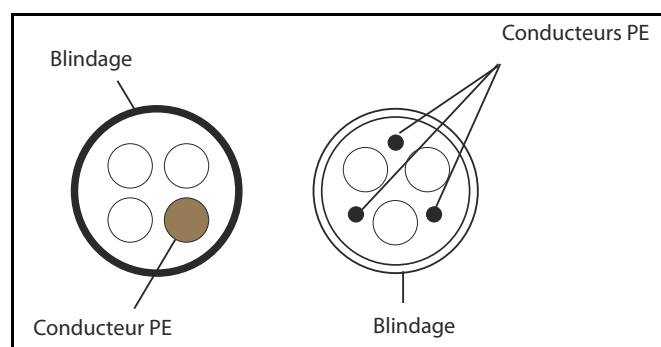

Figure 16.
- 2 = Câble d'alimentation symétrique avec fil coaxial de protection et conçu pour la tension secteur spécifique. (Modèle MCMK ou similaire recommandé.) Voir la Figure 16.
- 3 = Câble d'alimentation symétrique à blindage faible impédance compact et conçu pour la tension secteur spécifique. [Modèle MCCMK, EMCMK ou similaire recommandé ; impédance de transfert recommandée pour le câble (1...30 MHz) max. 100 mohm/m.] Voir la Figure 16.